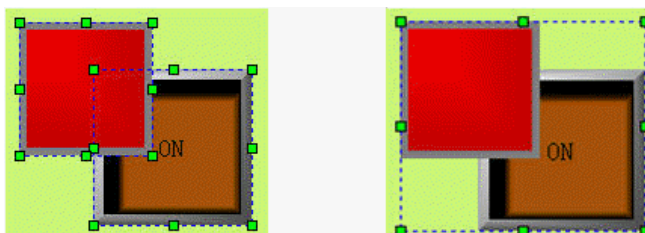

Рисунок 4-6 Разница до и после объединения
- Сначала, выберите графические объекты, подлежащие объединению, затем нажмите команду "Assemble" в меню Edit или кнопку  в панели инструментов или же вызовите контекстное меню и выберите команду Assemble. Рисунок 4-6 показывает разницу до и после объединения.